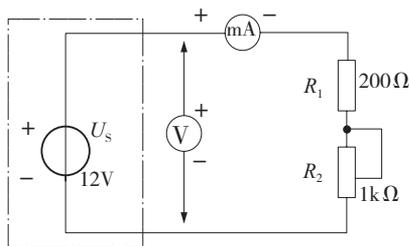

图 1-50 理想电压源模型
- (1) 测定直流稳压电源（理想电压源）与实际电压源的外特性。
① 利用实验台上的模块按图 1-50 接线。 $U_s$  为 +12 V 直流稳压电源。调节  $R_2$ ，令其阻值由大至小变化，记录两表的读数（表 1-5）。